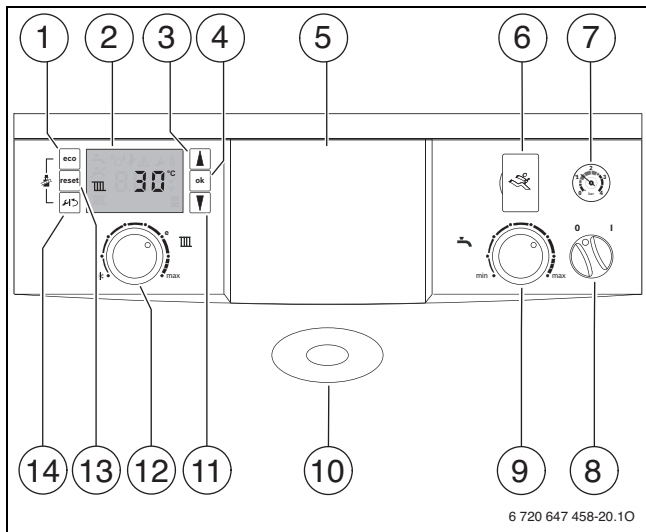

Bild 4 Bedienelemente
- witterungsgeführter Regler im Gerät eingebaut, → Bild 4, [5].